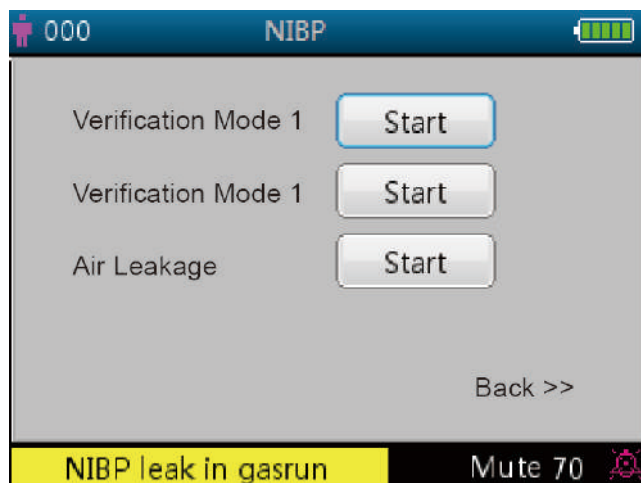

Figura 4.10 Schermata di impostazione della verifica NIBP
- ✧ **"More >>" (Altro):** icona per visualizzare la parte sottostante della pagina. Spostare il cursore all'ultima voce ("Lock") per poi premere brevemente il tasto Giù "⏮" per accedere alla schermata di impostazione della verifica NIBP, come mostrato in figura 4.10.